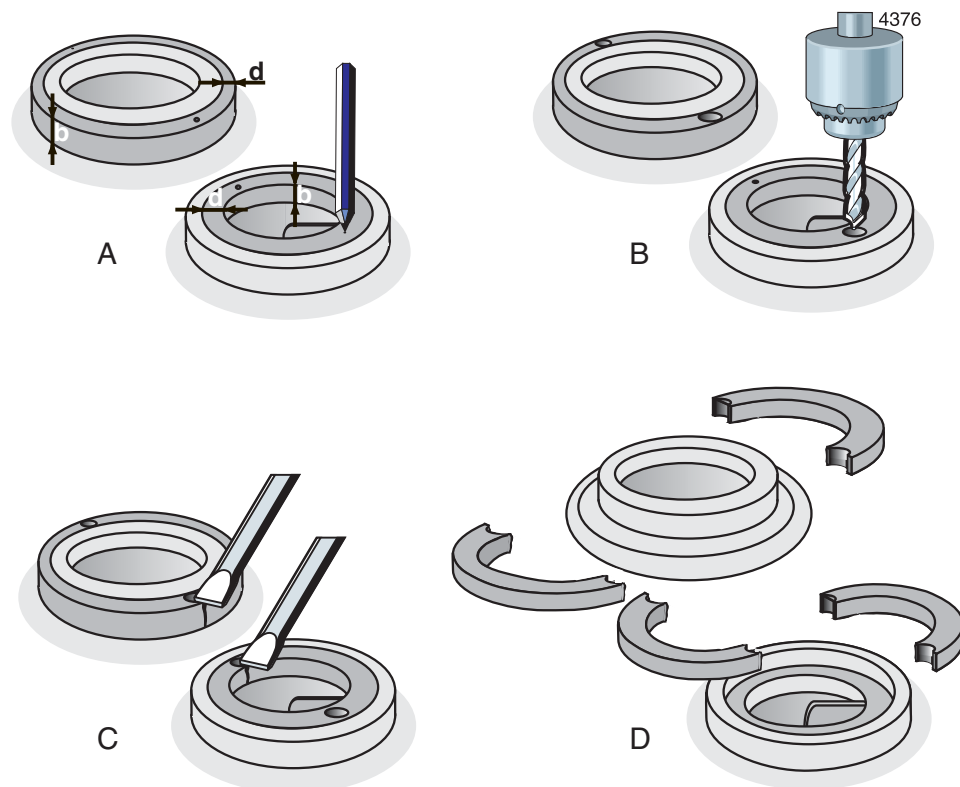

Figure 10: Dépose de la bague d'usure.
- 4 Mesurez l'épaisseur (d) et la largeur (b) de la bague, voir figure 10 A.
- 5 Faites un trou de centrage au milieu du bord de la bague en deux points opposés, voir figure 10 B.
- 6 Utilisez une mèche d'un diamètre légèrement plus petit que l'épaisseur (d) de la bague et percez deux trous dans la bague, voir figure 10 C. Ne percez pas plus loin que la largeur (b) de la bague. Prenez soin de ne pas endommager les bords d'ajustage du corps de pompe et de la roue.
- 7 Coupez l'épaisseur restante de la bague à l'aide d'un ciseau. Vous pouvez maintenant déposer la bague en deux parties du corps de pompe, voir figure 10 D.